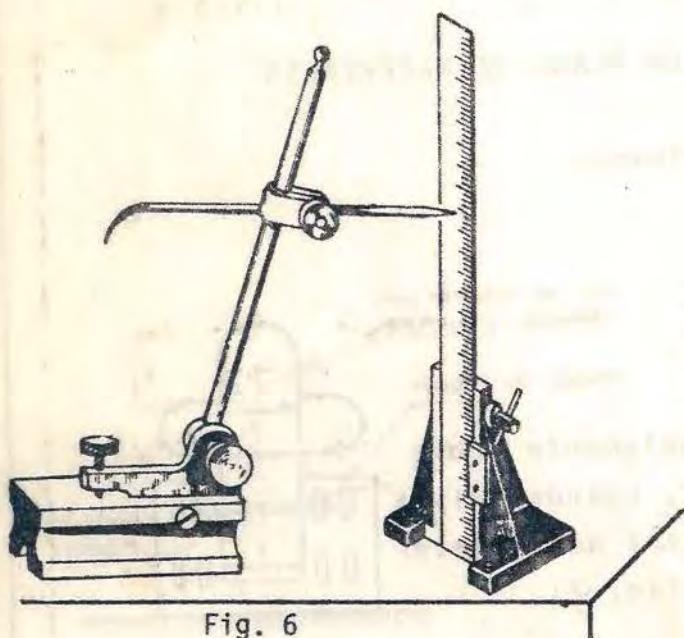
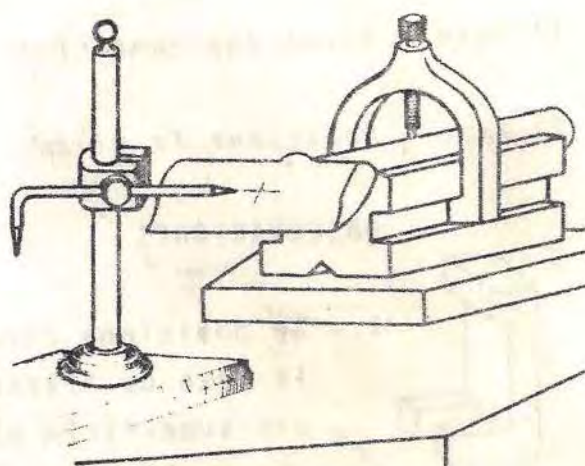

Fig. 6
Fig. 7
- a Tome la altura de la punta de trazar en la dimensión determinada (fig. 6) o con un punto de referencia (fig. 7).